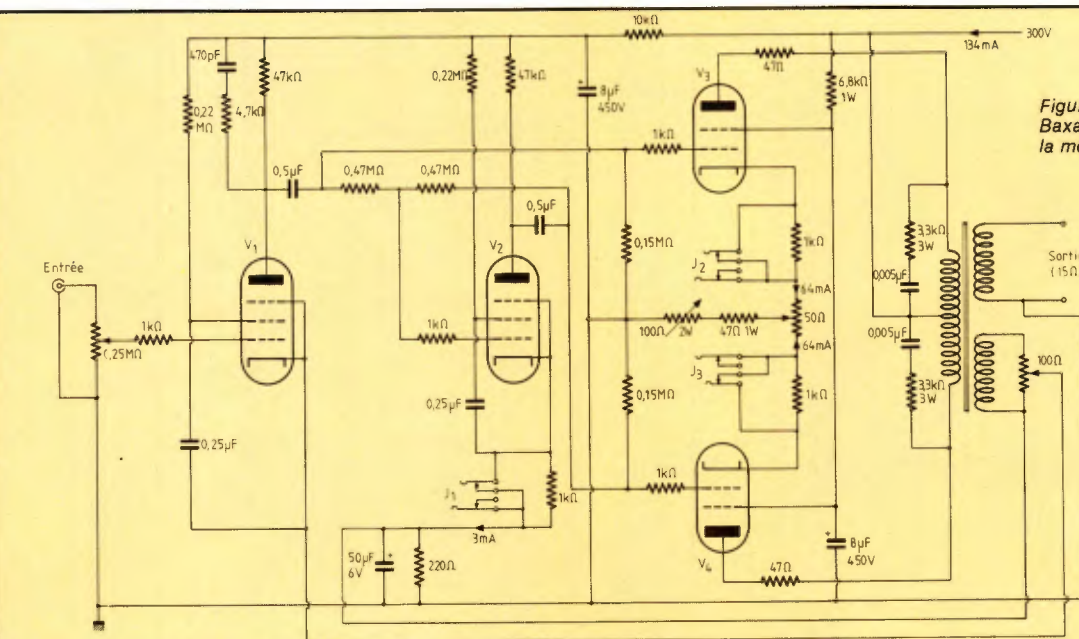

Figure 3 - L'amplificateur de P.J. Baxandall (les prises Jacks autorisent la mesure des tensions ou courants).
A peu près à la même époque que Williamson, et toujours dans *Wireless World*, P.J. Baxandall — qui devait se faire un nom grâce à un contrôle de timbre original — publie en janvier 1948 (10) un schéma d'amplificateur Hi-Fi, lui aussi à contre réaction globale (fig. 3) mais utilisant cette fois en sortie des tetrodes (KT66) employées comme telles. A l'inverse du Williamson, l'étage driver a disparu et le déphasage utilise le principe du «floating paraphase» (ou «anode follower»). Ici encore, le transformateur de sortie doit être d'excellente qualité et P.J. Baxandall donne dans son article toutes les indications pour que l'amateur puisse construire celui-ci lui-même. Bien que n'ayant pas eu le succès du Williamson, l'amplificateur de P.J. Baxandall n'en présentait pas moins d'excellentes performances. (Son schéma fut réédité, ainsi que celui d'autres amplificateurs de qualité, par *Wireless World* (11).